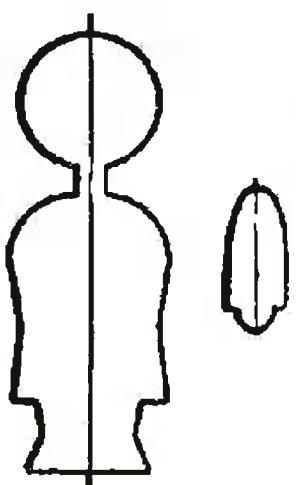

Рис. 2.
**МАЛЬЧИК В РУССКОМ КОСТЮМЕ** (рис. 2). Голову и туловище вытаскиваете из одной заготовки, а руки укрепляете либо на гвоздиках, либо на шкантиках. Эти оси делаются подвижными.